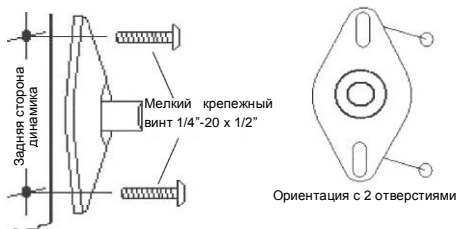

Рисунок 5
12. Определите наилучшую монтажную конфигурацию для вашего динамика. Монтаж динамика на 4 отверстия может выполняться путем расположения пластины динамика диагонально (рисунок 5).
13. С помощью мелких крепежных винтов 1/4"-20 x 1/2" установите пластину динамика и закрепите корпус динамика (рисунок 5).